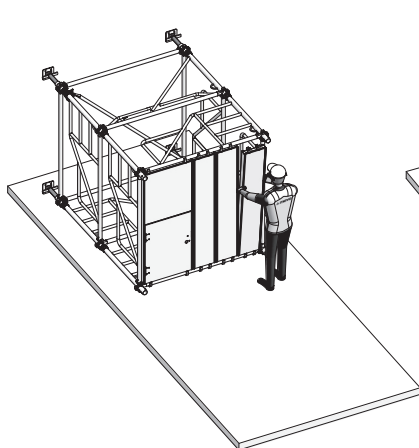

Fig. 15.3
4. Installer une plate-forme de travail à chaque deuxième niveau en posant des plateaux et un plateau à trappe (Fig. 15.3). Les planchons sont autobloquants et ne risquent donc pas de tomber.